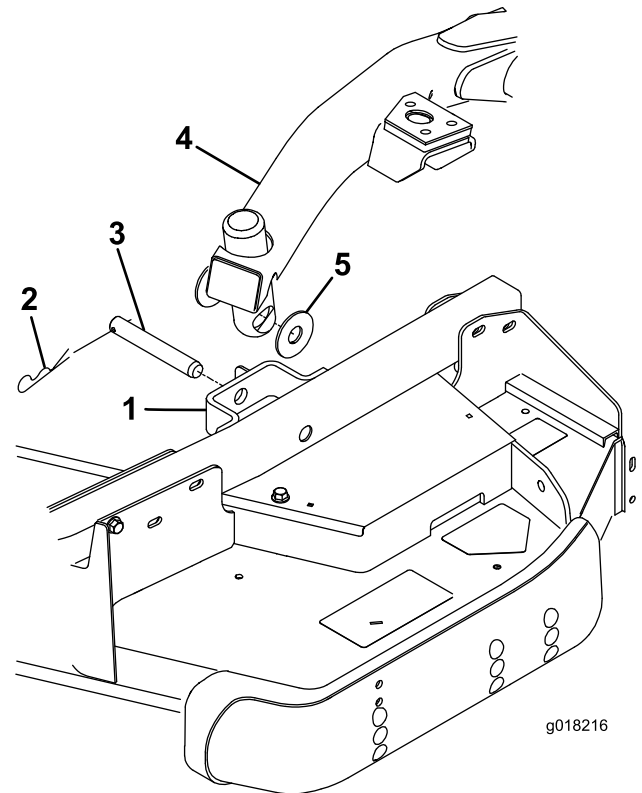

Figura 5
Posicione as anilhas de encosto entre o braço de elevação e o suporte do braço de elevação (Figura 5) e insira a extremidade do contrapino na ranhura da patilha do braço da roda giratória para fixar o contrapino.
1. Retire as duas anilhas de encosto, passador de forquilha e perno de gancho de cada suporte da roda giratória na unidade de corte (Figura 5).
3. Pressione o interruptor de elevação para a frente para a posição FLUTUAÇÃO. Empurre os braços de elevação para baixo até que os furos no braço de elevação fiquem alinhados com os furos nos braços da roda giratória (Figura 5).